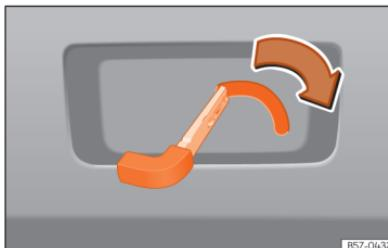

Fig. 64 Pormenor da bagageira: destrancagem de emergência.
- Introduza o palhetão da chave na ranhura e desloque a chave no sentido da seta até que a fechadura desbloqueie »» Fig. 64.